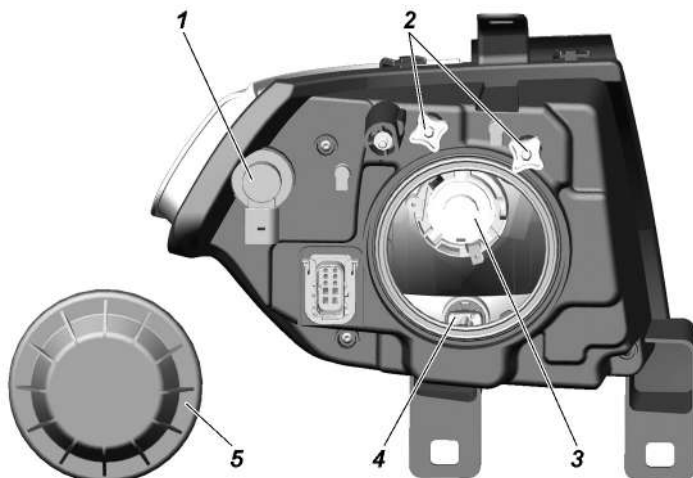

Рис. 9.35. Фара:
3. Включите ближний свет фар и, поочередно закрывая каждую фару, вращением регулировочных винтов 2 (рис. 9.35) добейтесь, чтобы светотеневая граница слева от точек E и E' совпала с линией 1, а справа – с линиями 2 и 2' для левой и правой фар соответственно. Точки перелома светотеневой границы должны совпадать с точками E и E'.
**Замена ламп фар.** Для замены лампы указателей поворота снимите колодку с патрона 1 ( рис. 9.35), поверните патрон по часовой стрелке (для правой фары) или против часовой стрелки (для левой фары) и выньте патрон в сборе с лампой.